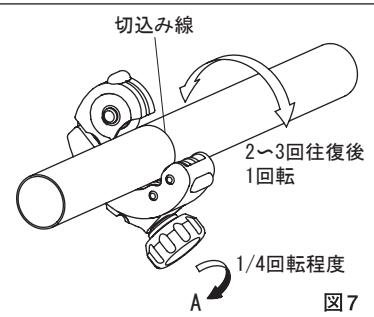

図7
- ②カッター刃がパイプに当ったところから、さらにグリップを矢印Aの方向に1/4回転程度まわしてから本体をパイプ外周にそって90°程2~3回往復させます。さらに本体を1周させ全周に切込み線をつけます。(図7)